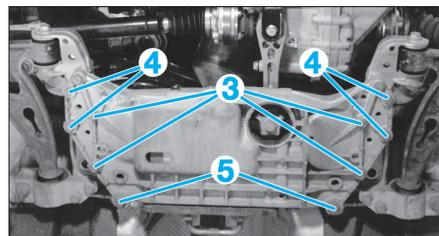

Fig. 14
- Desserrer les vis (3) du boîtier de direction et les vis (4) de la barre stabilisatrice (Fig.14).